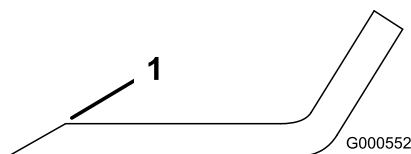

Figure 65
1. Au moyen d'une lime, aiguissez les tranchants aux deux extrémités de la lame (Figure 65).
Remarque: Si la lame est déséquilibrée, limez un peu l'extrémité de l'ailette seulement (Figure 65).